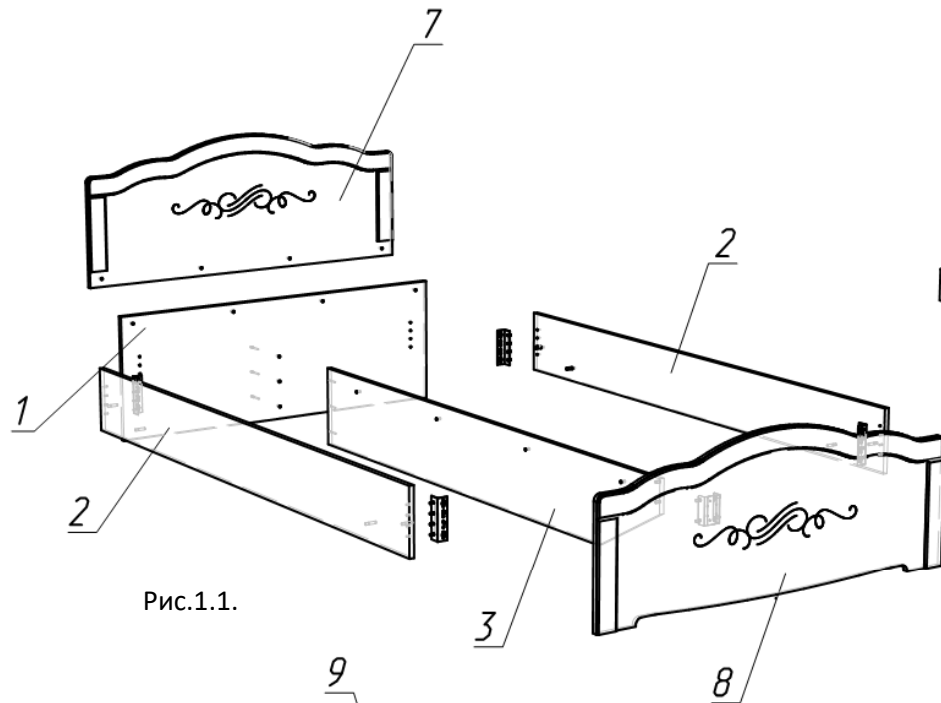

Рис.1.1.
*1.3. Собрать каркас кровати (рис.1.1.). Для этого необходимо навесить царги боковые (поз.2) на евровинты в щите опорном, а также в щите ножном. Царгу центральную (поз.3) к щиту опорному крепить при помощи конфирматов, к щиту ножному (поз.8) через уголок кроватный соединением болт-гайка.*